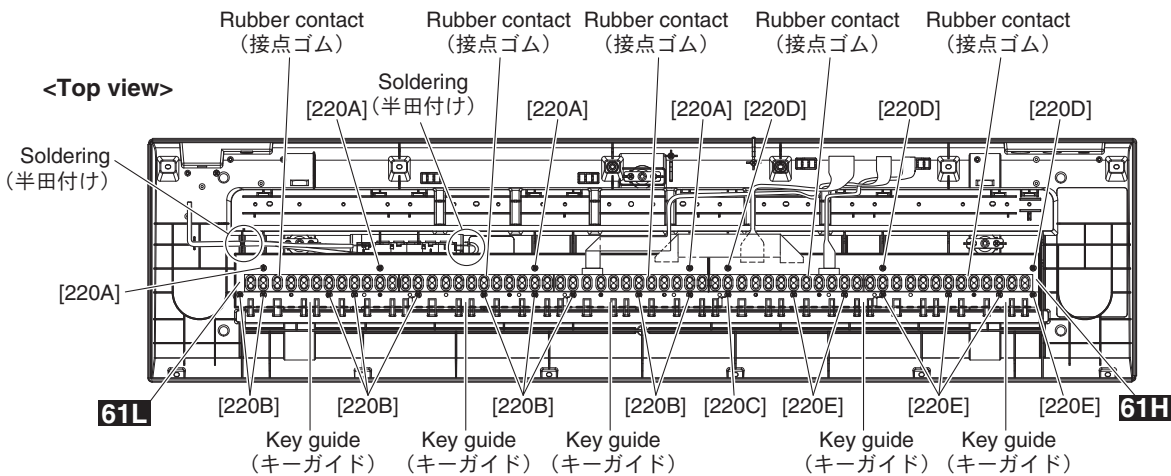

Fig. 5 (図 5)
- 12-3 Remove the rubber contacts. (Fig. 5, Photo 6)
- 12-3 接点ゴムを外します。(図 5、写真 6)
- 13-2-2 Remove the four (4) screws marked [220A], ten (10) screws marked [220B] and the screw marked [220C]. The 61L circuit board and the key guides can then be removed. (Fig. 5)
- 13-2-2 [220A] のネジ 4 本と [220B] のネジ 10 本、[220C] のネジ 1 本を外して、61L シートとキーガイドを外します。(図 5)
The 61H circuit board and the key guides can then be removed. (Fig. 5)
(Fig. 5, Photo 7)
13-3-2 [220C] のネジ 1 本と [220D] のネジ 3 本、[220E] のネジ 6 本を外して、61H シートとキーガイドを外します。(図 5)
14-A-3 接点バネ A、接点バネ B に半田付けされている BATT 束線を外します。(図 5、写真 7)